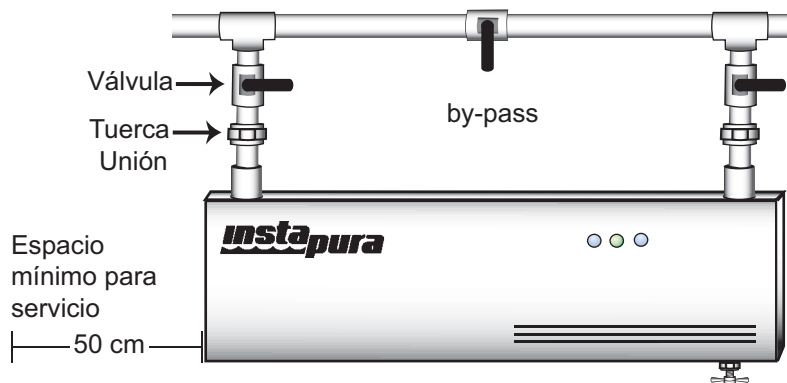

Fig. 1A
6. Una instalaci3n tpica lleva vlvulas a la entrada, a la salida y en derivaci3n (by-pass) y tuerca uni3n al equipo (Figs. 1A y 1B).
8. Primero deben hacerse las conexiones de plomería incluyendo una válvula a la entrada, una válvula a la salida y una para la derivación (by-pass). Se insiste en que se instale con tuercas unión (Figs. 1A y 1B).
10. Conecte la tubería de entrada y salida del equipo con las válvulas de paso de derivación (by-pass). Es recomendable instalar válvulas de compuerta o de esfera y tuercas unión, según se indica en la Figs. 1A y 1B.